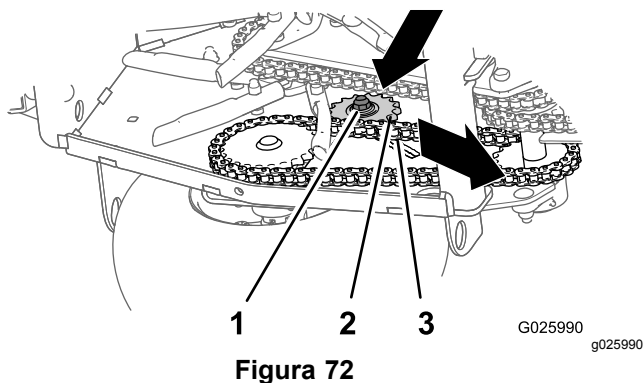

Figura 72
3. Compruebe la tensión de las cadenas de las ruedas motrices (Figura 72).
4. Afloje la contratuerca y el perno de cuello cuadrado que sujetan el piñón del tensor (Figura 72).
- Presione hacia abajo y hacia adelante sobre el piñón para aumentar la tensión de la cadena, según se muestra en la Figura 72.